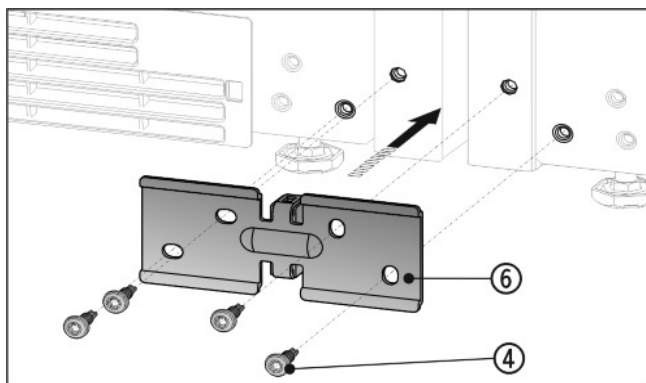

Fig. 8
- ▶ Schuif het hoekstuk Fig. 8 (6) met het afstandsstuk tussen de apparaten en draai de 4 schroeven Fig. 8 (4) licht aan.